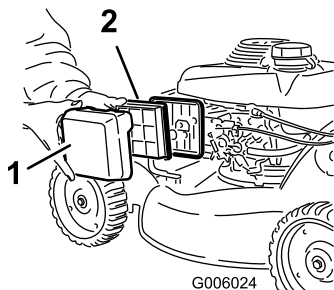

Figura 39
3. Rimuovete il filtro (Figura 39).